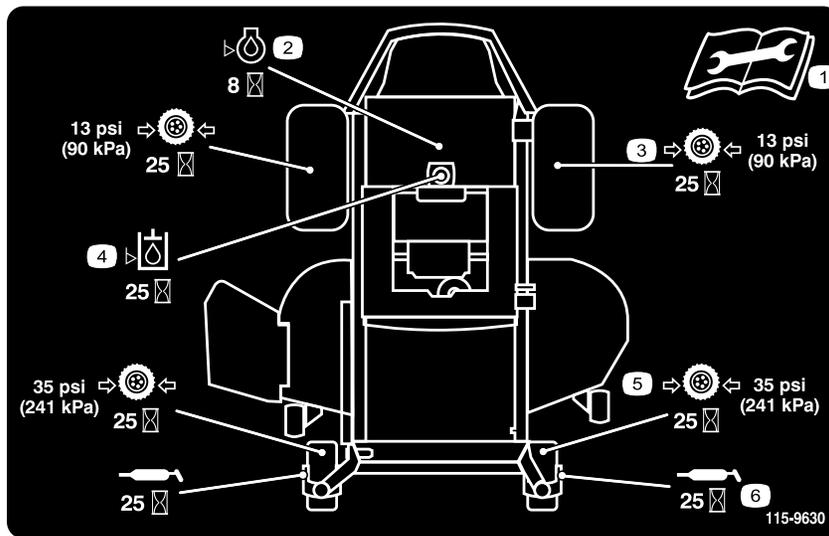

Figura 33
3. Limpie con un trapo los puntos de engrase (Figura 34 y Figura 33). Asegúrese de rascar cualquier pintura que hubiera sobre los puntos de engrase.
4. Conecte una pistola de engrasar a cada punto de engrase (Figura 34 y Figura 33). Bombee grasa hasta que empiece a rezumar grasa de los cojinetes.